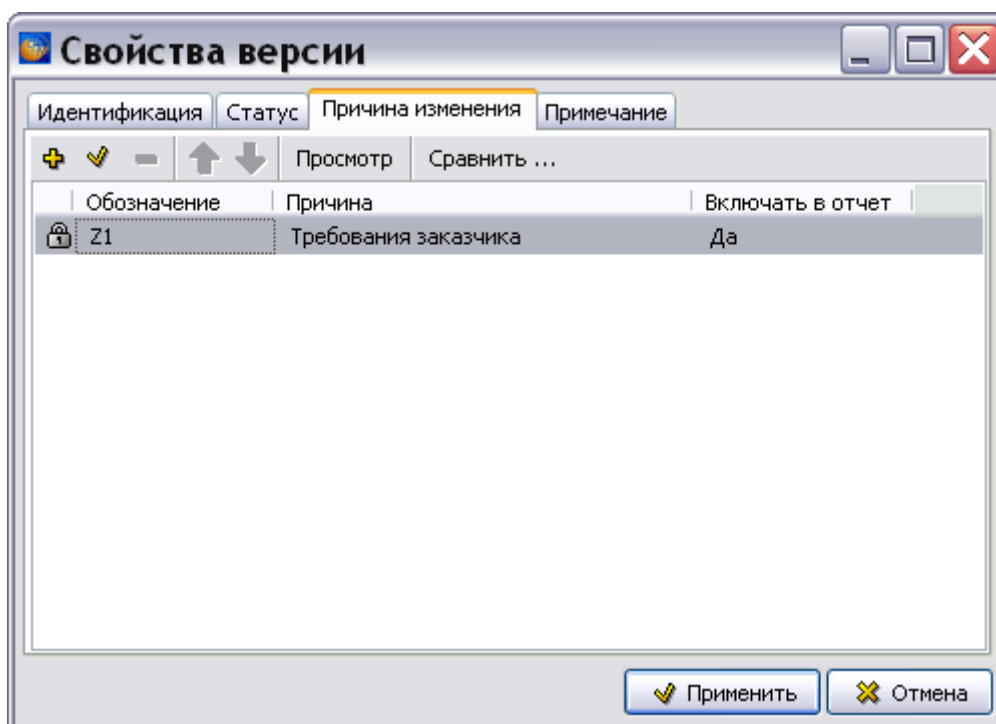

Рис. 20.26
12. В редакторе версий МД выделите обновленную версию МД и нажмите на кнопку **Свойства**. Перейдите на вкладку **Причина изменений** (Рис. 20.26).